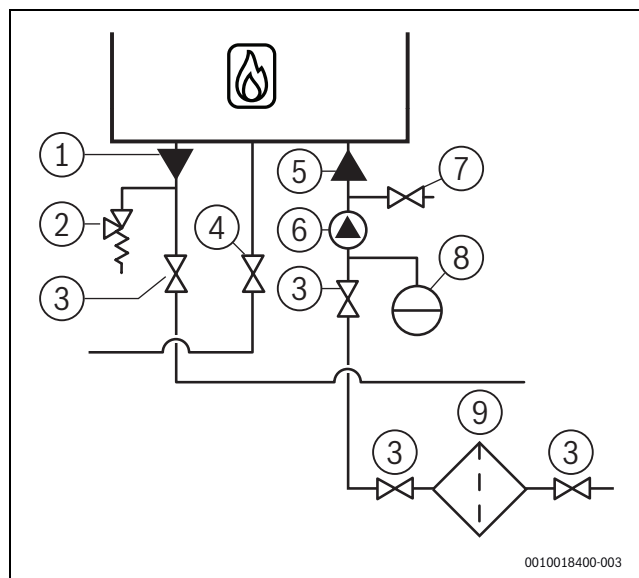

Fig. 18 Raccordement des conduites d'eau de chauffage
- Monter le raccordement du vase d'expansion tout comme le robinet de service directement sous la chaudière et au-dessus des robinets de service. (→ fig. 18, page 18).
- Monter un robinet de service dans la conduite de départ et dans la conduite de retour (→ fig. 18, page 18).